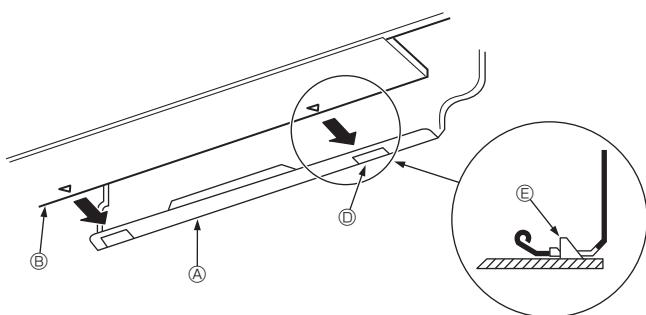

Fig. 3-24
- Mientras inserta la tubería de agua y la manguera de desagüe en el orificio de entrada en la pared (manguito de entrada), cuelgue la parte superior de la unidad interior en la placa de montaje ①.
- Sujete empujando la parte inferior de la unidad interior sobre la placa de montaje ①. (Fig. 3-24)
- Compruebe que los mandos ⑤ de la parte inferior de la unidad interior estén firmemente enganchados en la placa de montaje ①.